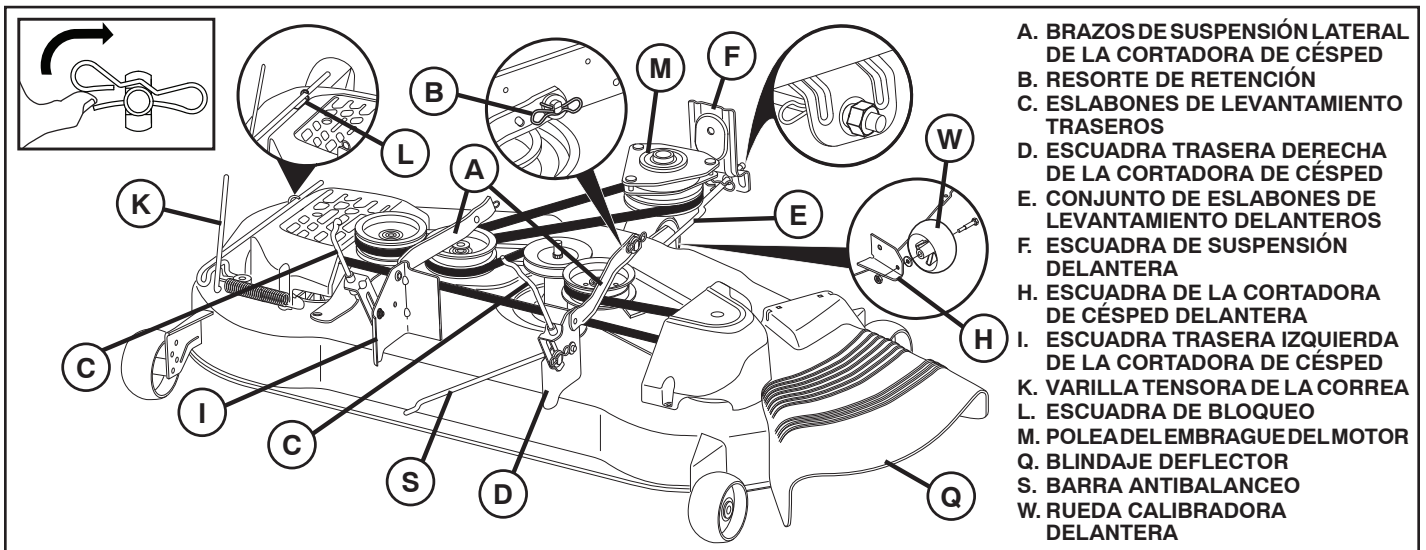

Fig. 7
9. INSTALE LA CORREA EN LA POLEA DEL EMBRAGUE DEL MOTOR (M) (Vea Fig. 7 & 15)
- Desenganche la varilla tensora de la correa (K) de la escuadra de bloqueo (L).
- Instale la correa en la polea del embrague del motor (M)